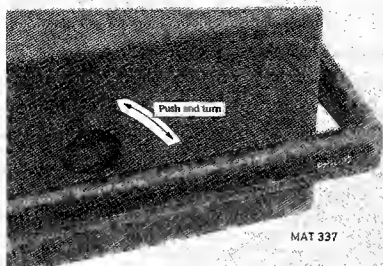

Abb. 2.1, Abnehmen der Abdeckhaube
2.1.1. Abnehmen und Aufsetzen der Abdeckhaube (Abb. 2.1.)